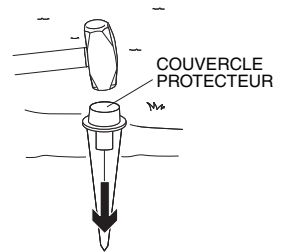

Figure 6
1. Enfoncer les piquets, après avoir ameubli le sol dur et retiré les pierres et les roches. Utiliser le couvercle fourni pour protéger le dessus des piquets pendant le martèlement. Le rebord des piquets doit être à ras le sol (figure 6).